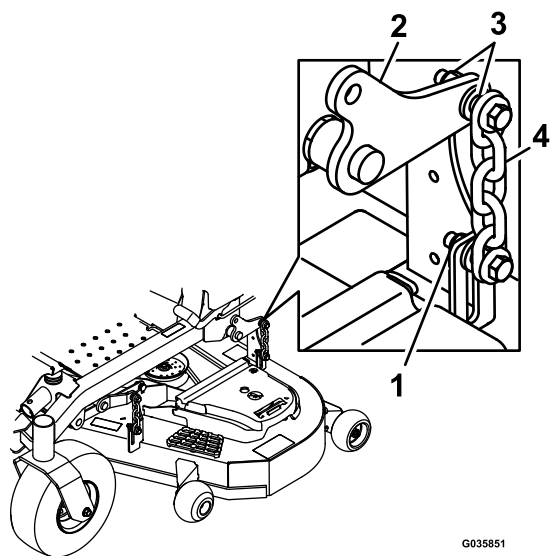

Figura 85
15. Allentate i controdati (Figura 85) sui 4 spigoli e accertate che il piatto di taglio sia posizionato in sicurezza sui 4 blocchi.